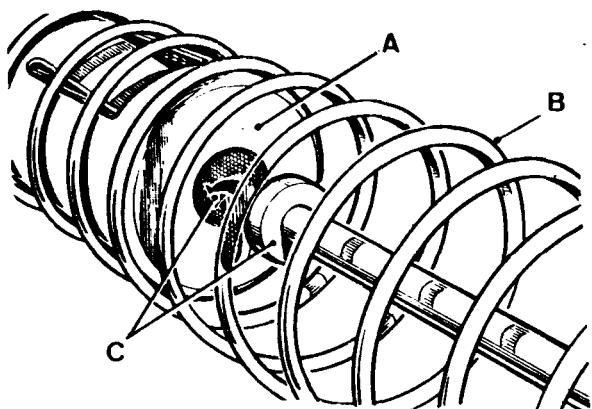
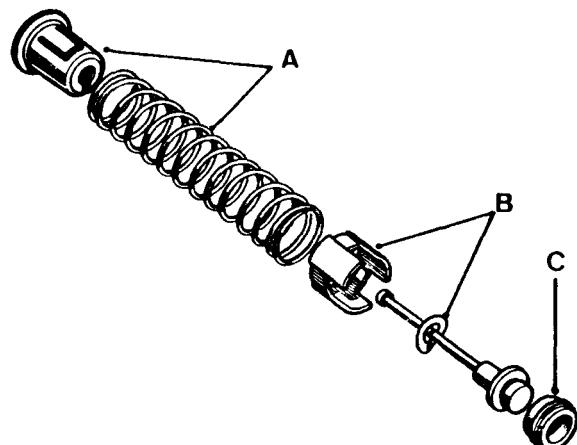

Fig. B-11 Desmontaje del muelle y válvula
Fig. B-12 Montaje de la válvula del cilindro
- 1.3. Comprimiendo el muelle (Fig. B-11), se alinearán el vástago de la válvula con el agujero de mayor diámetro, existente en el retén del muelle, para poder retirar el muelle y su retén, y separar del vástago de la válvula (Fig. B-12), el separador y arandela elástica, y poder extraer la empaquetadura de la válvula.